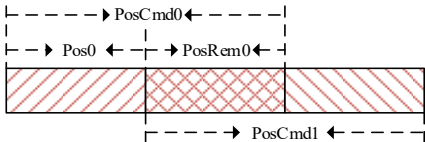

图 12.14 相对位置指令运行示意图
②相对位置指令以实际位置值为参考点。后一段的位置指令值以运行时实际位置值为参考点，计算目标位置值。如图 12.14 所示，第一段位置指令设定值为 PosCmd0，运行了 Pos0 的脉冲后，插入第二段相对位置指令 PosCmd1，则第二段位置指令运行的总脉冲数为 PosCmd1，最终运行位置值为 Pos0+ PosCmd1。